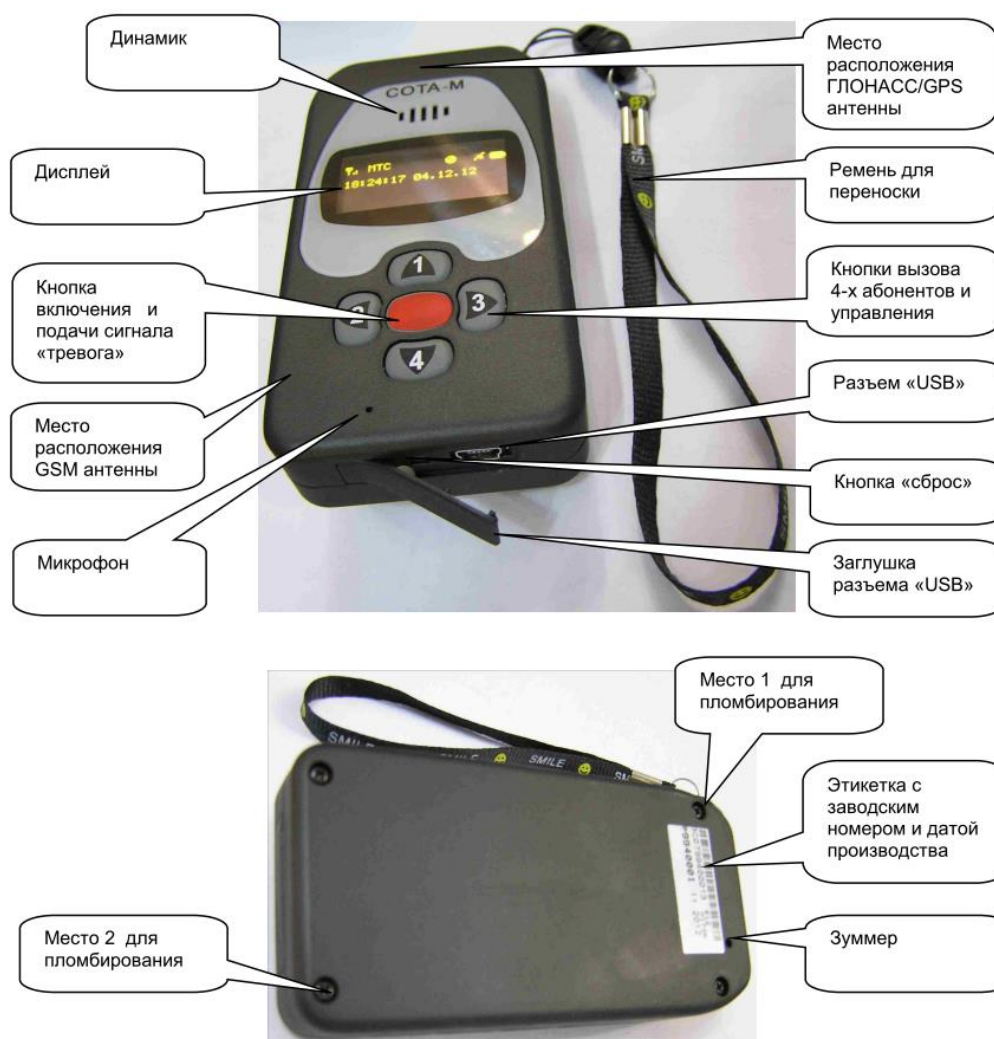

Рис. 3.13. Внешний вид персонального трекера «COTA-M»
- нажать кнопку «Сброс» (см. рис. 3.13) и через 30 с повторно включить устройство;